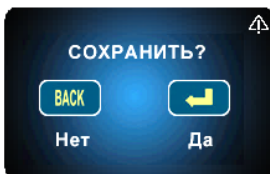

Рисунок 2.21 – Сохранение данных
- Для сохранения калибровки необходимо нажать клавишу «», появится окно с подтверждением действия сохранения (рис. 2.21).